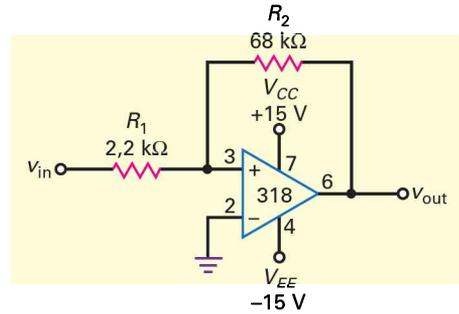

Figure 20.50
- 20.14** Quels sont les points de déclenchement et l'hystérésis si $V_{\text{sat}} = 14 \text{ V}$ dans la figure 20.50 ?
- 20.47** La tension de bruit à l'entrée dans la figure 20.50 peut atteindre 1 V_{pp}. Si R_2 passe à 82 k Ω , proposez une ou plusieurs modifications pour protéger le circuit contre la tension de bruit.